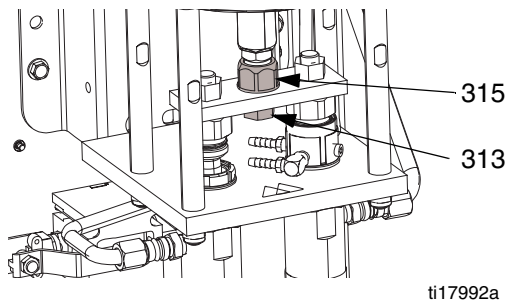

ABB.1
7. Die Kolbenstange mit einem Schraubenschlüssel festhalten und den Adapter (315) mit einem anderen Schraubenschlüssel entfernen. Siehe ABB.1.
1. Mittelstarken blauen Schraubensicherungslack auf den Adapter (315) auftragen. Die Kolbenstange mit einem Schraubenschlüssel festhalten und den Adapter (315) mit einem anderen Schraubenschlüssel einbauen. Ziehen Sie ihn mit einem Drehmoment von 43-51 N•m (32-38 ft-lbs) fest. Siehe ABB.1.